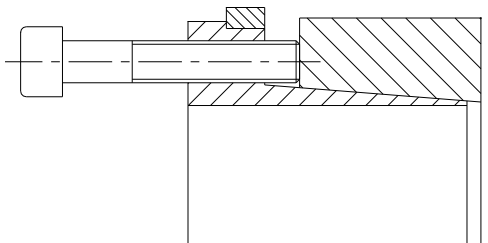

Bild 7: Fästning av spännsatsen (exempel: CLAMPEX® KTR 201)
- För att underlätta monteringen ska inner- och ytterringen fästas med två klämskruvar via de avstickande gängorna (se Bild 7). Därefter insättes spännelementet KTR 200 / KTR 201 mellan axel och nav.